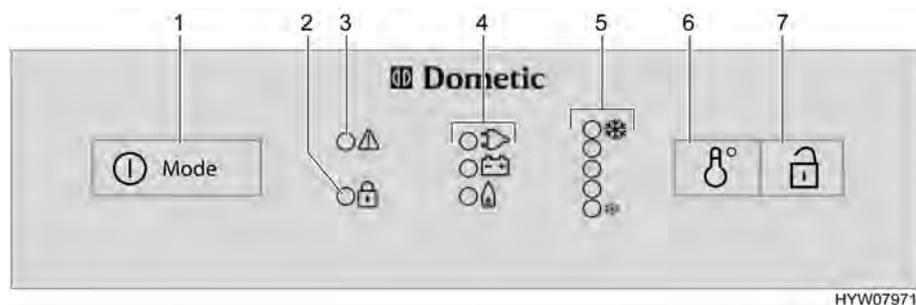

Fig. 191 Elementos de mando para el frigorífico (Dometic de la serie 8 con SMSE)
- Pulsar el conectador/selector de energía (Fig. 191,1) 2 segundos para conectar el aparato. Se ilumina el LED del último modo de funcionamiento seleccionado.
- Si fuera necesario, pulsar el conectador/selector de energía (Fig. 191,1) varias veces brevemente hasta que se ilumine el piloto gas "🔥". El suministro de gas está abierto. El encendido se realiza automáticamente. Se oye un sonido de tic-tac hasta que el proceso de encendido se haya llevado a cabo con éxito.
- Ajustar la temperatura de refrigeración con el conmutador para el ajuste de la temperatura (Fig. 191,6).
- Pulsar el conector/selector de energía (Fig. 191,1) 2 segundos para conectar el aparato. Se ilumina el LED del último modo de funcionamiento seleccionado.
- Si fuera necesario, pulsar el conector/selector de energía (Fig. 191,1) varias veces brevemente hasta que se ilumine el piloto 230 V "".
- Si fuera necesario, pulsar el conector/selector de energía (Fig. 191,1) varias veces brevemente hasta que se ilumine el piloto 12 V "".